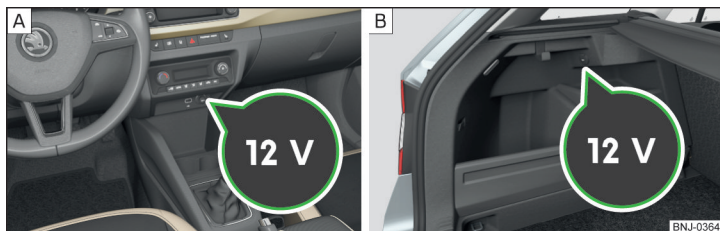

Fig. 96 Capacul prizei de 12 V: în partea centrală a planșei de bord/în portbagaj
- Pentru **utilizare**, scoateți capacul prizei » fig. 96 - [A], respectiv deschideți capacul prizei » fig. 96 - [B].